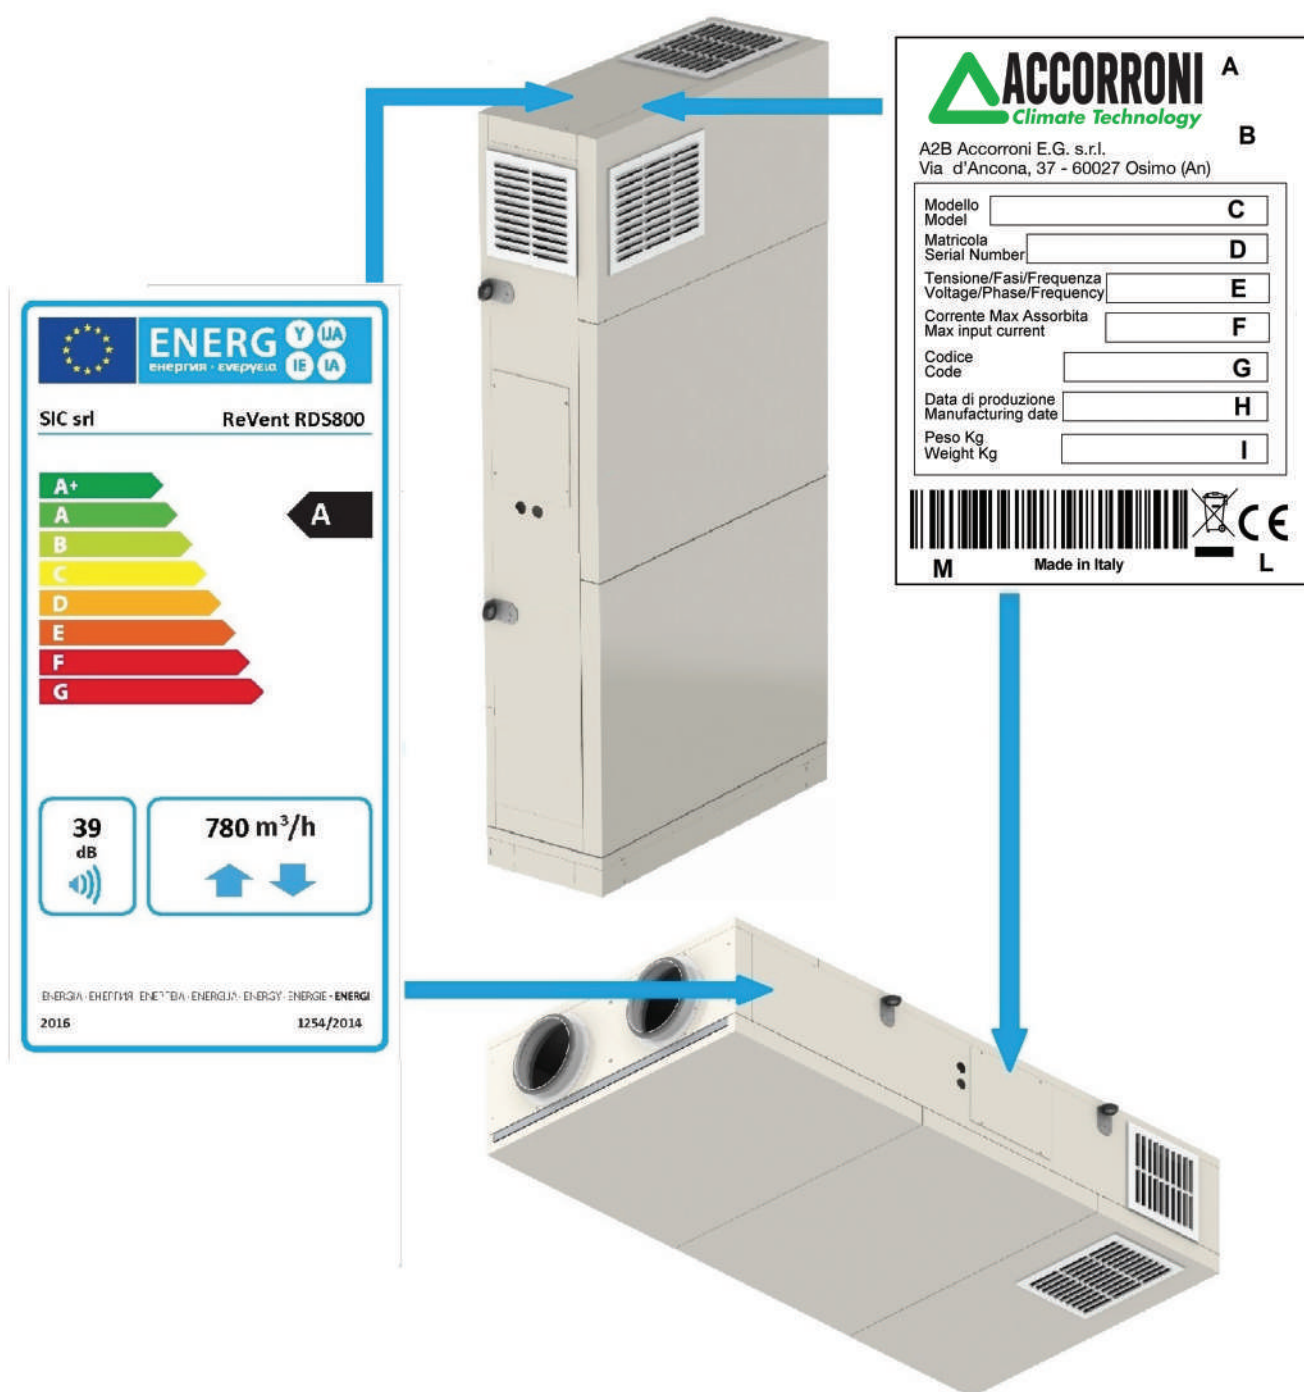

Fig.2
Nell'immagine seguente (Fig. 2) è riportata la posizione della targhetta dati tecnici/identificativi e dell'etichetta riportante la classificazione energetica secondo il regolamento della commissione europea (UE) N.1254/2014, di attuazione della direttive 2009/125/CE e 2010/30/UE, per le specifiche di progettazione ecocompatibile ed etichettatura delle unità di ventilazione residenziali.